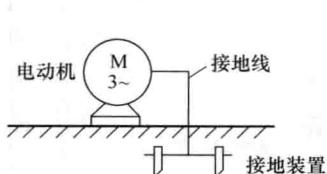

图 1-7 强电设备的接地
- 3) 在强电设备中，常常将设备的外壳与大地连接，当设备绝缘性能变差而使外壳带电时，可迅速通过接地线泄放到大地，从而避免人体触电，如图 1-7 所示。